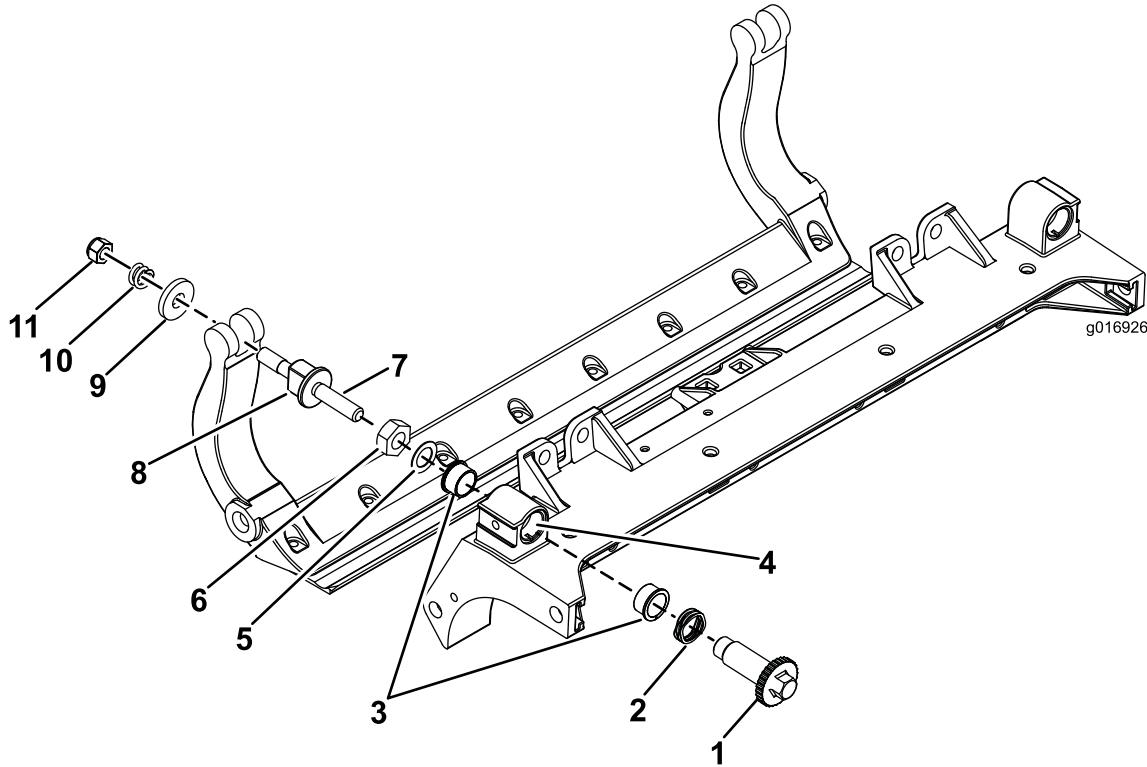

图 36
- 拆除所有零件请参阅 HD DPA 套件安装说明和 图 36。
- 将防粘剂涂抹到滚刀组中心机架 图 36的轴套区内侧。
- 将凸缘轴套上的键与机架的槽对准然后安装轴套 图 36。
- 将一个波形垫圈安装到调节器轴上然后将调节器轴滑入滚刀组机架中的凸缘轴套内 图 36。
- 使用扁平垫圈和锁紧螺母固定调节器轴 图 36。
- 在两个尼龙垫圈的外侧各放一个钢垫圈 图 36。
- 注意** 内侧的垫圈可能有空隙 图 36。
- 旋紧每个底刀架调节器总成上的螺母直到加压弹簧完全压缩然后往回松开 $\frac{1}{2}$ 圈 图 36。